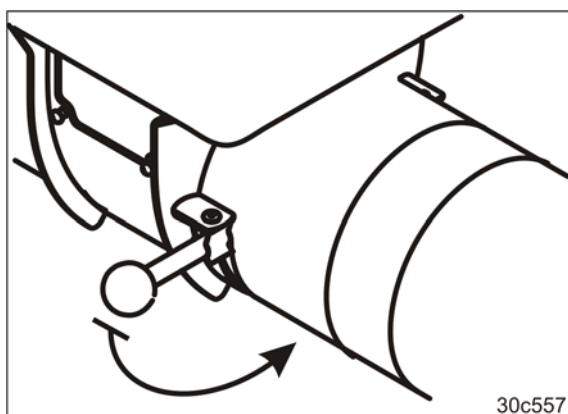

Рис. 266
3. Откройте и опорожните обе загрузочные воронки (Рис. 266) (см. главу 5.7.2, на стр. 87).
8. Закройте заслонки инжектора (Рис. 266/1).